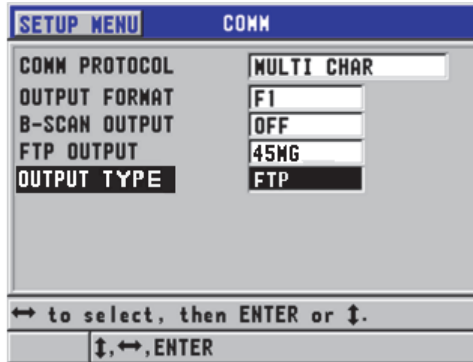

Figura 8-3 Tela COMM
2. Na tela **COMM** (veja Figura 8-3 na página 161):